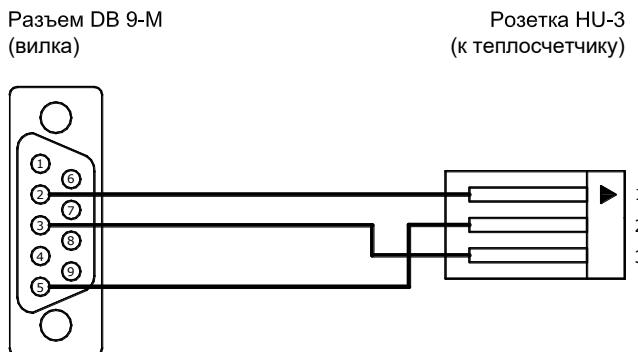
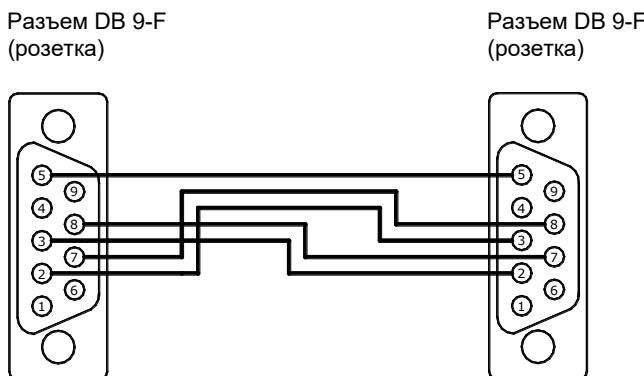

рис. 6.5
рис. 6.6
6.9.2 В случае, когда теплосчетчик поставляется с установленным переходным кабелем (см. карту заказа, ПРИЛОЖЕНИЕ А), для считывания данных по интерфейсу RS-232C в ПК необходимо подключить к переходному кабелю, изображенному на рис. 6.5, нуль-модемный кабель (см. рис. 6.6).
6.9.3 Для считывания данных по интерфейсу RS-232С в адаптер переноса данных необходимо подключить адаптер к переходному кабелю (см. рис. 6.5).